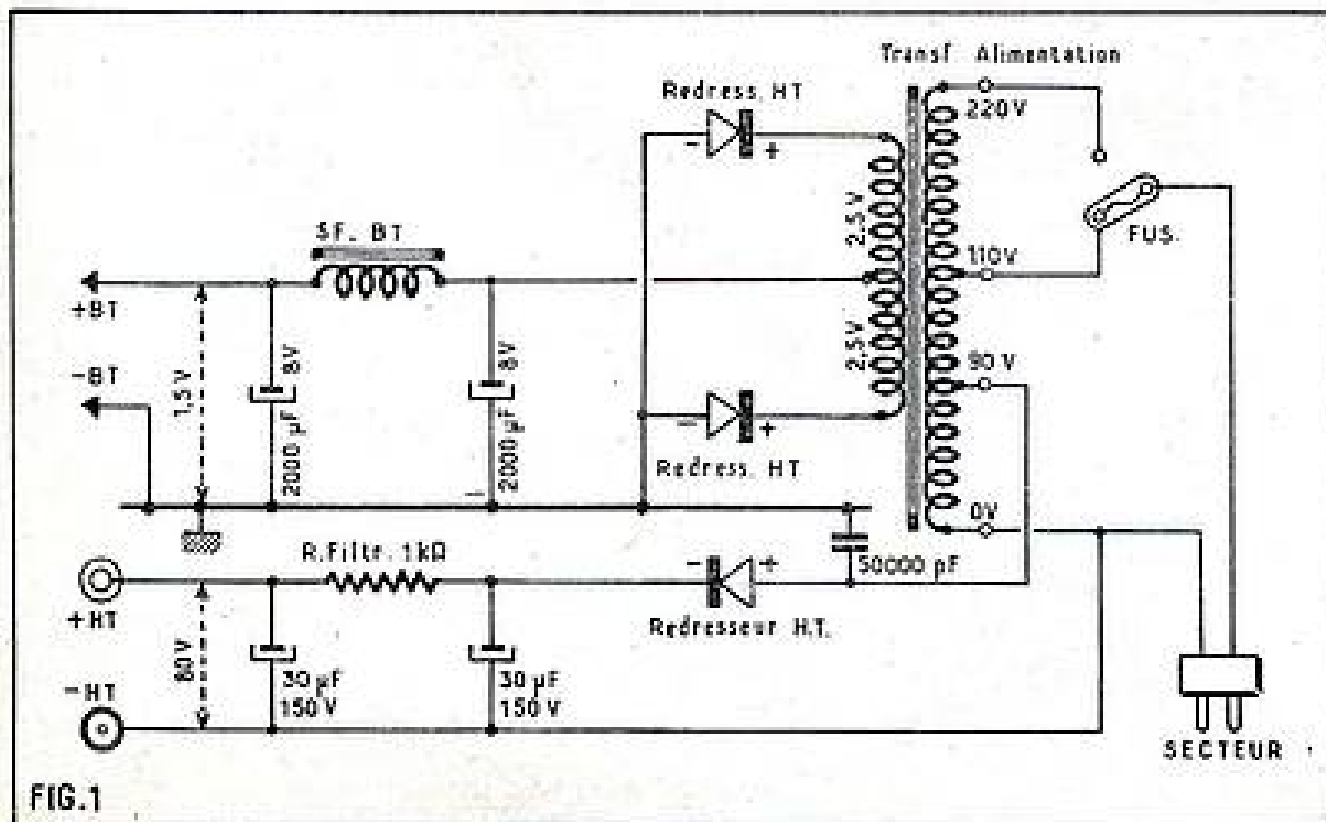

FIG. 1
Pour nous en rendre compte nous allons examiner la figure 1 ; mais tout d'abord, voyons quelles sont les sources de courant nécessaires au fonctionnement d'un récepteur batterie. Il faut :
Sur la figure 1 nous voyons un transformateur qui permet d'obtenir les deux tensions à partir d'un secteur de 115 V ou de 220 V. La haute tension est fournie par une prise à 90 V faite sur le primaire de ce transformateur. Cette tension est redressée à une alternance par un redresseur sec (HT) et filtrée par une cellule formée d'une